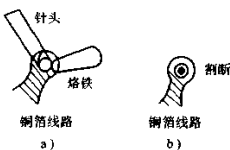

图 2-46 针头拆卸法示意图
(3) 针头拆法。用一个医用挂水针头也可以拆集成电路,方法如图 2-46 所示,用烙铁先熔解集成电路一根引脚上的焊锡,然后伸入针头,同时移开烙铁,旋转针头,这样针头便将引脚与线路板之间的焊锡切断,使引脚脱开了线路板,如图 2-45b 所示。用同样的方法,一切割各引脚上的焊点,便能将集成电路从线路板上整体脱出。使用针头拆卸法无需专用工具,操作较方便,故常常使用。
(4) 清除焊锡法。清除焊锡法拆卸集成电路的操作过程是这样,先用烙铁熔解集成电路